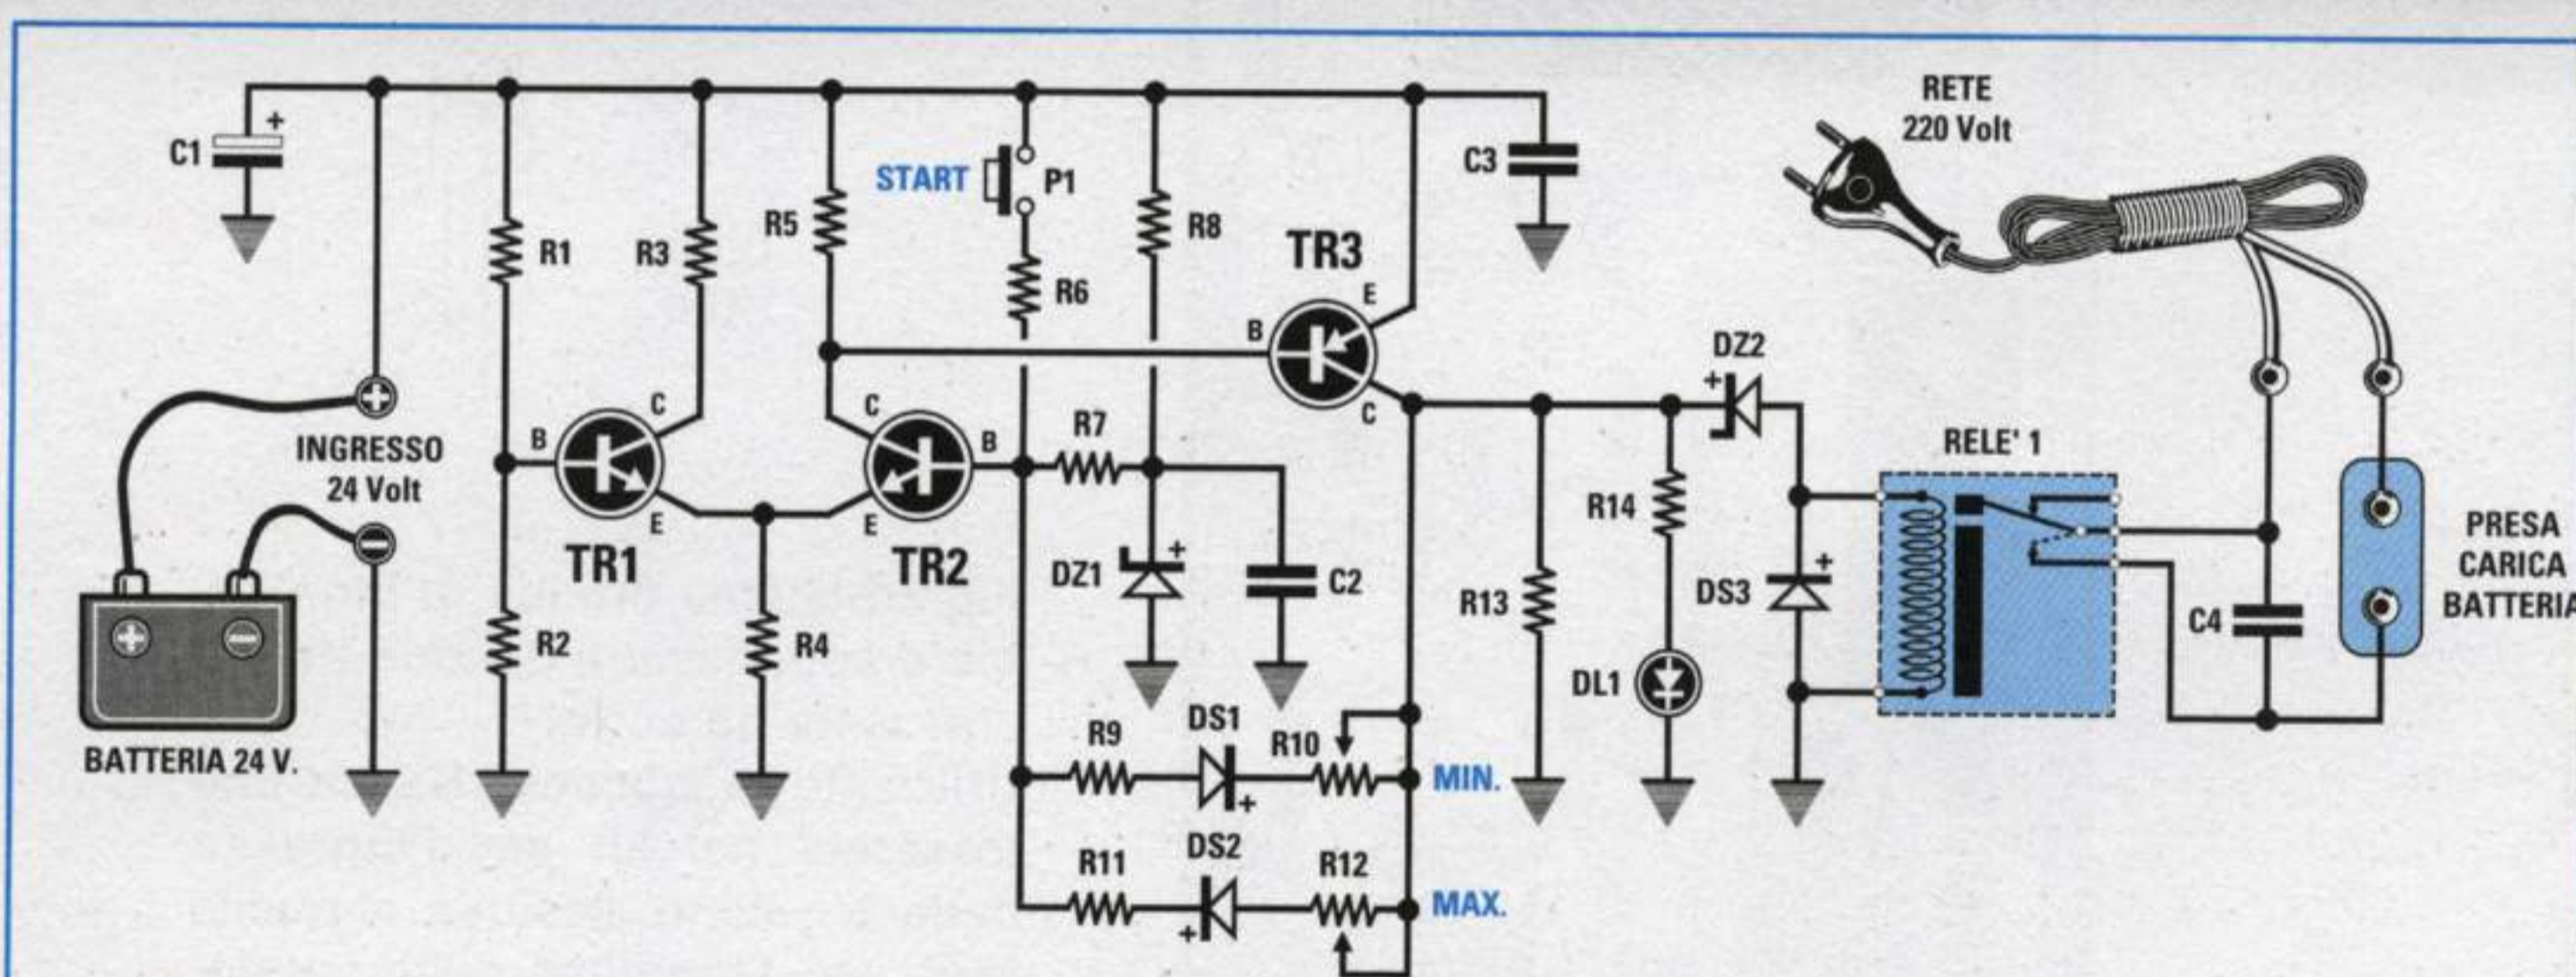

Fig.1 Schema elettrico per controllare in automatico i caricabatterie da 24 volt.
Come potete vedere dalla fig.1, questo controllo **automatico** funziona con solo **3 transistor** ed un **relè**, che viene utilizzato come **interruttore** per inviare e togliere la tensione dei 220 volt al caricabatteria (vedi fig.7).
**Fig.1** Verso la metà di Agosto è apparsa sul nostro sismografo una lieve traccia (vedi la prima traccia a sinistra) che col passare dei giorni aumentava sempre più d'intensità. **NOTA** = Tutte le tracce sono state ridotte della META' per farle rientrare nella pagina.
Poi, verso la metà di agosto, abbiamo iniziato a vedere delle piccole tracce (vedi fig.1). Abbiamo perciò chiesto subito agli Istituti di Sismologia se si era verificato qualche piccolo terremoto nella nostra zona (avevamo collocato i sismografi a Imola e in una zona appenninica adiacente), ma la risposta è stata negativa, in quanto le loro apparecchiature non avevano segnalato nessun sisma. Col passare dei giorni abbiamo notato che i sismogrammi aumentavano d'ampiezza e di frequenza (vedi fig.2), quindi ci siamo preoccupati di avvisare la Protezione Civile, che ci ha risposto di non allarmarci perché i loro sismografi non segnalavano quello che noi vedevamo sui nostri tracciati.